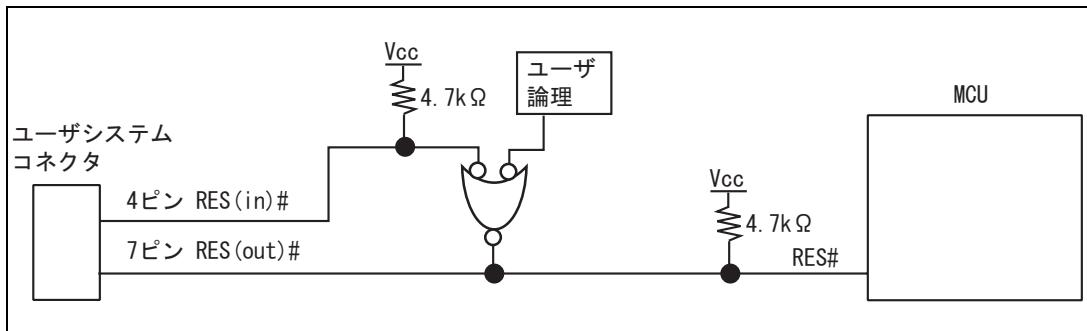

図1.6 RES#端子の接続
- ユーザシステムコネクタの4ピンのRES(in)#端子はE10A-USBエミュレータがMCUに對して出力する信号線です。ユーザ論理のリセット回路と4ピンのRES(in)#端子を図1.6のようにして、MCUに結線してください。また、ユーザシステムコネクタの7ピンのRES(out)#端子はE10A-USBエミュレータがMCUのRES#端子をモニタする信号線です。プルアップの上、ユーザシステムコネクタの7ピンに結線してください。